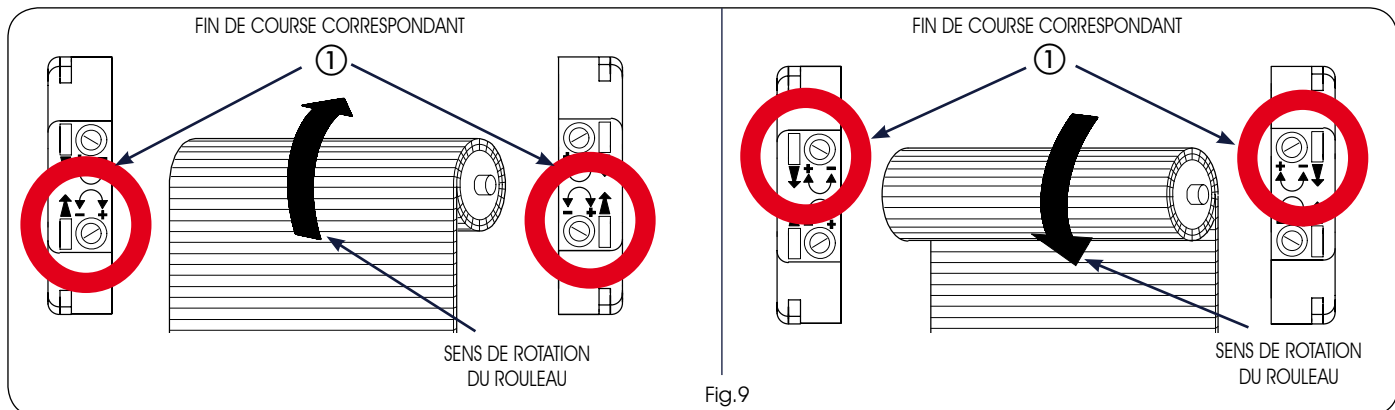

Fig.9
2) Avec l'outil de réglage (Fig.1 réf.⑤), tourner la vis du fin de course correspondant au sens de rotation de descente du rouleau (Fig.9 réf.①), vers le signe plus (+) pour augmenter la course du rideau à enroulement, vers le signe moins (-) pour la diminuer.